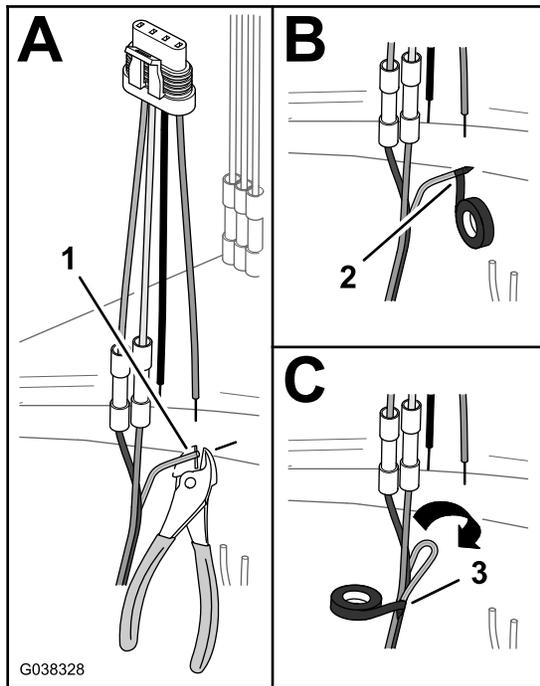

Figure 40
- A. Coupez les conducteurs du fil vert et jaune au ras de la gaine isolante (Figure 40).
- B. Enroulez du ruban isolant autour de l'extrémité du fil vert et jaune pour le sceller (Figure 40).
- C. Repliez le fil vert et jaune sur le fil marron et le fil bleu et enroulez du ruban isolant autour des 3 fils réunis (Figure 40).